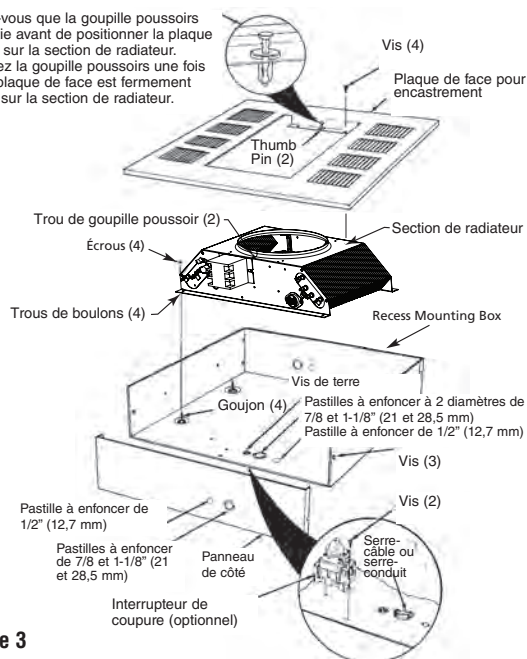

Figure 3
1. Enlevez le boîtier de montage encastré (Figure 3) du carton contenant l'enceinte de montage encastré, de type REA.
2. Enfoncez l'une des pastilles et installez-y un serre-câble ou serre-conduit (Figure 3).
4. Installez l'interrupteur de coupure optionnel (si nécessaire) comme c'est montré en Figure 3.
8. Positionnez la section de radiateur par-dessus les goujons du boîtier de montage encastré (Figure 3).
- Poussez la section de radiateur sur les goujons et serrez bien les quatre écrous (fournis) sur ces goujons pour fixer la section de radiateur sur le boîtier de montage encastré (Figure 3).
- Enlevez la plaque de montage encastré (Figure 3) du carton contenant l'enceinte de montage encastré, de type REA.
REMARQUE : Assurez-vous que la goupille poussoir dans chaque extrémité de la grille de soufflage est tirée en position sortie pour permettre aux corps de goupille de bien entrer dans les trous de la section de radiateur (Figure 3).
- Installez et serrez bien quatre vis (fournies) pour retenir la plaque de face pour encastrement avec la section de radiateur (Figure 3).